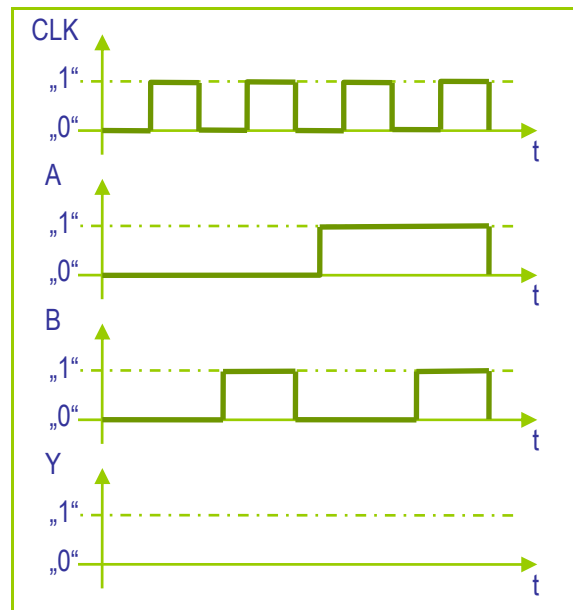

Abbildung 6 Vorlage für die Aufgabe 3.2.9
9. Ergänzt das Diagramm in Abbildung 6 um den Ausgangswert Y eines NAND-Gatters! Dabei sollt ihr annehmen, dass eine Änderung des Eingangswertes unmittelbar (ohne Verzögerung) das Ausgangssignal beeinflussen kann. Betrachtet die Wechsel des gezeichneten Ausgangssignals und beantwortet folgende Fragen:
- Vervollständigte Abbildung 6 sowie Ergebnisse der Betrachtung der Unterfragen als Antwort auf Frage 9